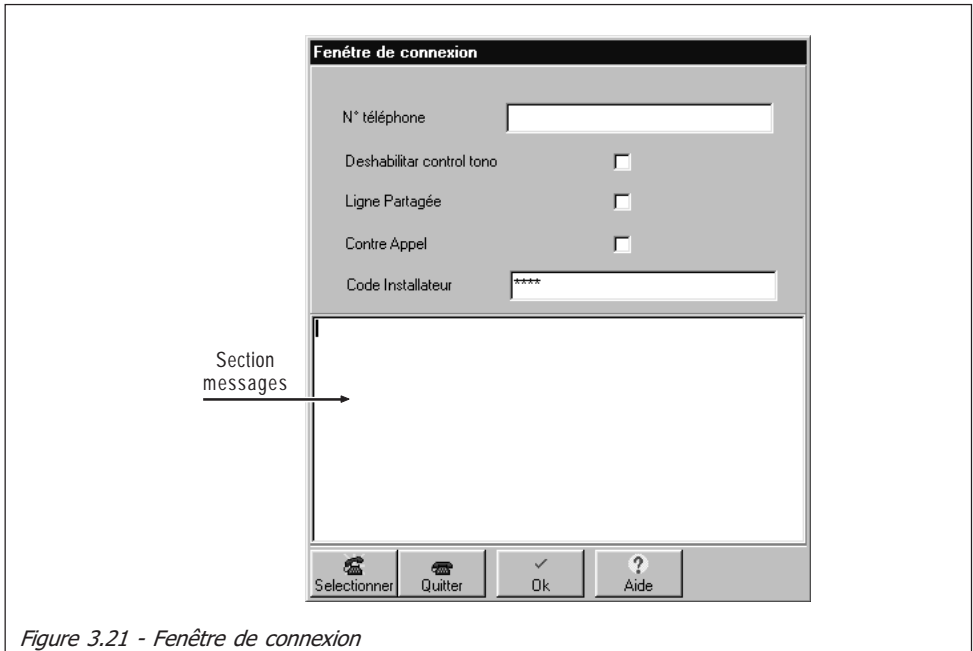

Figure 3.21 - Fenêtre de connexion
3. Sélectionner **Modem** ⇒ **Connexion** pour réaliser une Connexion (voir Figure 3.21)